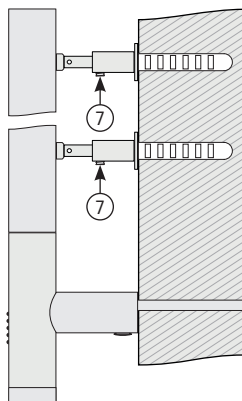

Рис.7
- 4.2.9. Прижать до упора весь полотенцесушитель к стене и с усилием зафиксировать стопорные винты в кронштейнах (рис. 7 «7»).